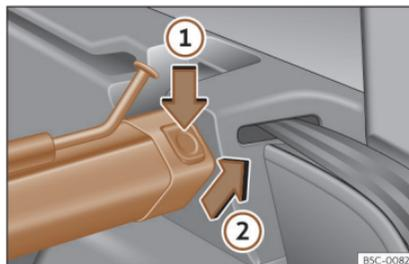

Fig. 133 En el maletero: desmontar la red de separación.
- Presione la tecla de desbloqueo izquierda o derecha >>> fig. 133 en el sentido de la flecha ①.
- Extraiga la carcasa del soporte en el sentido de la flecha >>> fig. 133 ②.
- Presione la carcasa en los soportes izquierdo y derecho en el sentido contrario al de la flecha»» fig. 133 ② hasta que encastre.